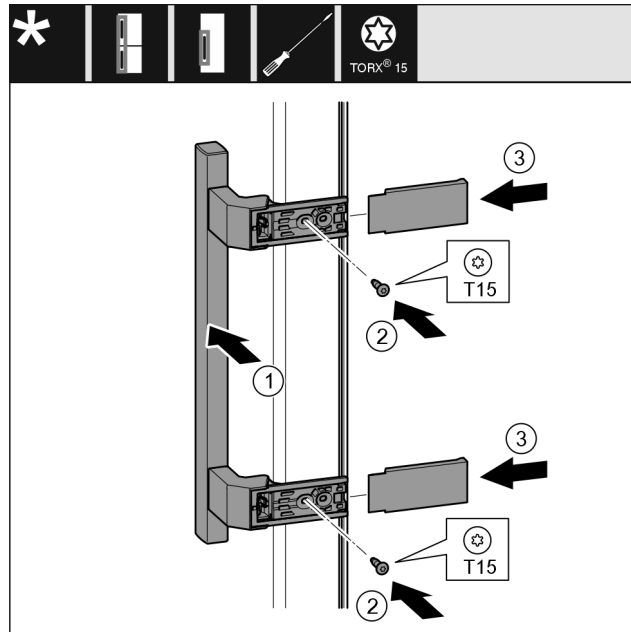

Fig. 9
- Griff auf der Gegenseite ansetzen. Fig. 9 (1)
- Schrauben mit Schraubendreher T15 festschrauben. Fig. 9 (2)
- Abdeckungen seitlich ansetzen und aufschieben. Fig. 9 (3)